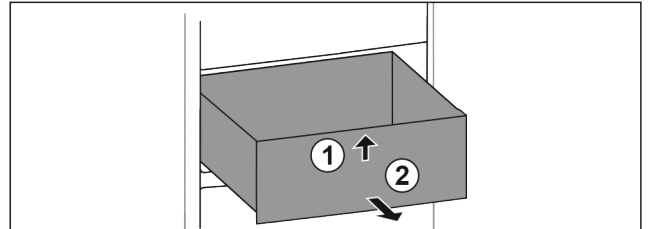

Fig. 96
- ▶ Sollevare il cassetto dal davanti. Fig. 96 [1]
- ▶ Rimuovere il cassetto tirandolo in avanti. Fig. 96 [2]